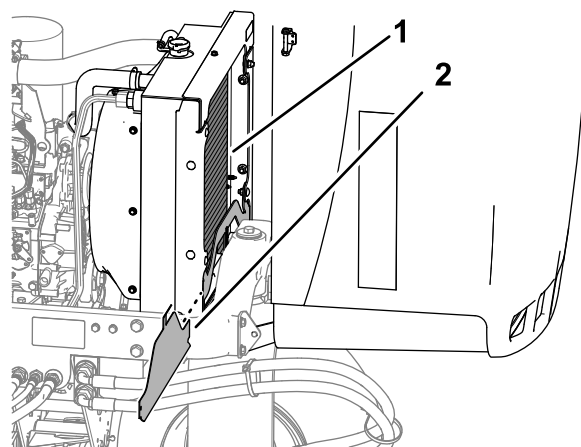

Figure 76
4. Déposez la protection inférieure du radiateur (Figure 76).
5. Nettoyez soigneusement les deux côtés du radiateur avec de l'eau ou de l'air comprimé (Figure 76).